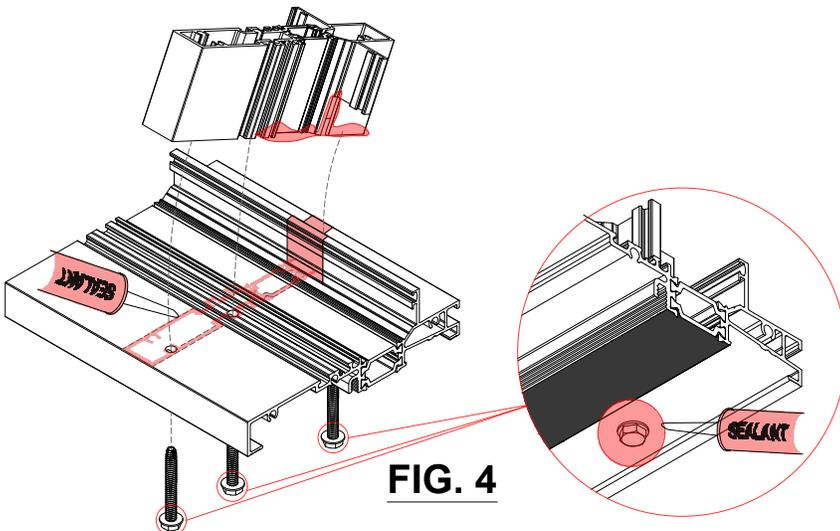

**FIG. 2**
- Appliquer le scellant DOWSIL 791 aux deux extrémités du profilé. **Voir FIG 2.**
- Pomper le scellant le long de la rainure, légèrement au-dessus des vides du profilé. **Voir FIG 2.**
- Pré-insérer le clip d'alignement extérieur dans le logement de la garniture. **Voir FIG 2.**
- Déterminer l'emplacement à l'aide d'une chute du meneau vertical. Bloquer le clip d'alignement et serrant la vis de pression à l'aide d'une clé hexagonale de 3/32 po. **Voir FIG 2.**